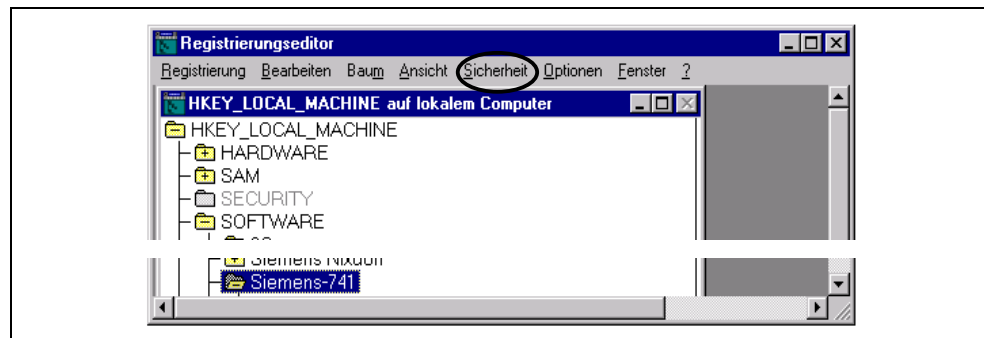
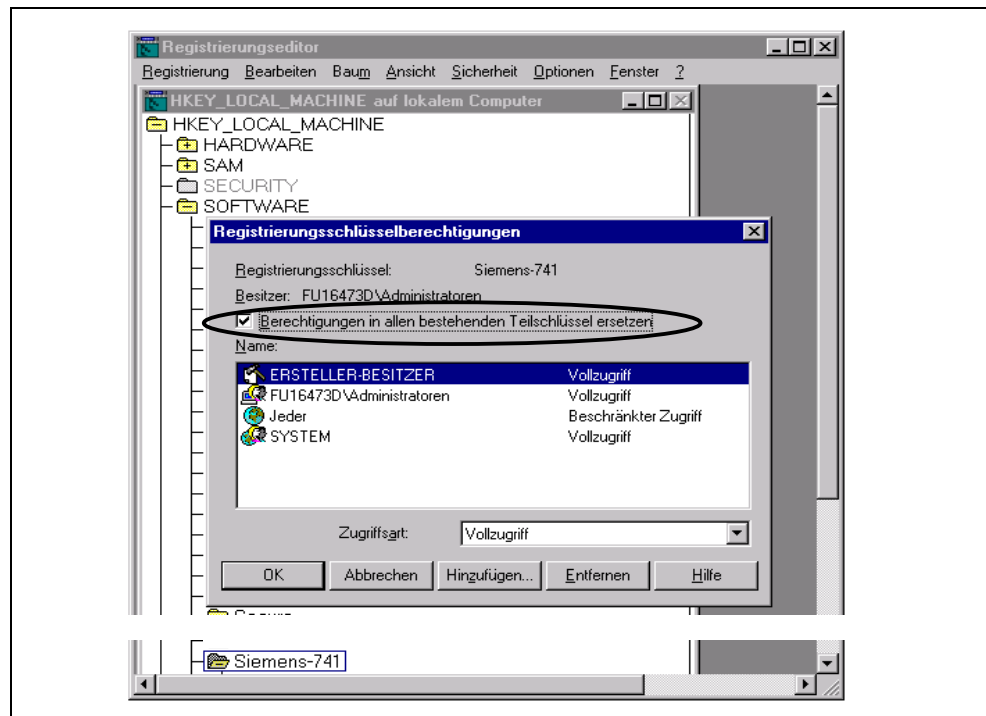

Bild 2-11 Fenster HKEY_LOCAL_MACHINE
Bild 2-12 Fenster Registrierungsschlüsselberechtigungen
2. Im Fenster HKEY_LOCAL_MACHINE (siehe Bild 2-11) den Pfad „Siemens-741“ aufschlagen.
3. In der Menüleiste „Sicherheit“ anwählen (siehe Bild 2-11). Es erscheint das Fenster Registrierungsschlüsselberechtigungen. In diesem Fenster die Option „Berechtigungen...“ einschalten und den User auswählen, für den die Berechtigung hinzugefügt werden soll (siehe Bild 2-12).